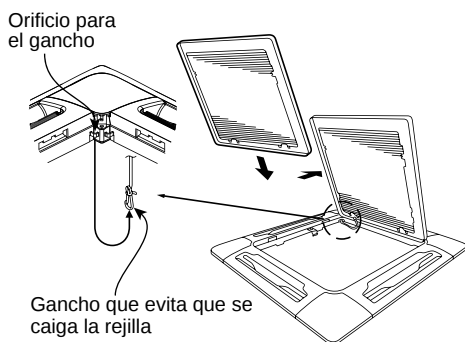

Fig. 9-14
- Asegúrese de fijar el cordón de seguridad en la unidad del panel del techo. Esto evitará que la rejilla de aire se caiga accidentalmente. (Fig. 9-14)